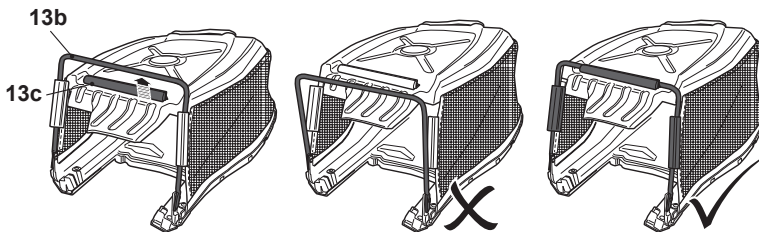

Fig. 1
- > Tire del manguito de sujeción (13c) hacia arriba y bloquéelo en el bastidor (13b) (Fig. 1). Asegúrese de que los manguitos de fijación laterales están bien fijados al bastidor.